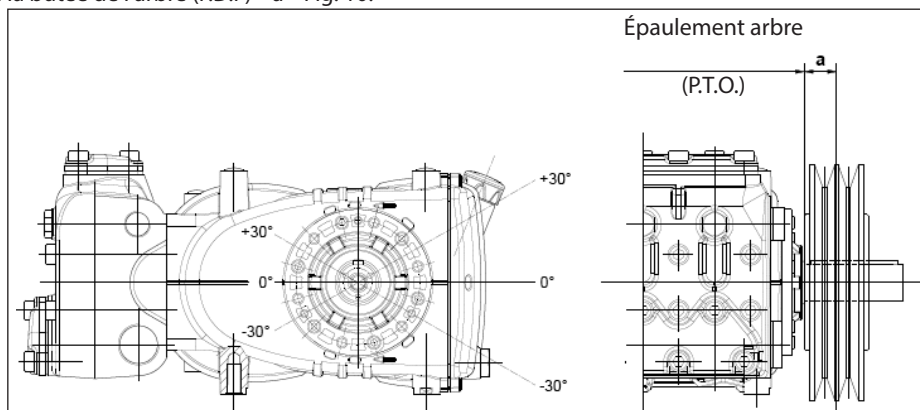

Fig. 10
La charge radiale sur l'arbre ne doit pas être supérieure à 7500 N (valeur nécessaire pour la définition du plan). La transmission est considérée appropriée si cette charge est appliquée à une distance maximum $a=40$ mm de l'épaulement de l'arbre (prise de force) comme le montre Fig. 10.
- b) Utiliser des courroies à haut rendement - par exemple **XPB** au lieu de **SPB** - car il sera nécessaire d'avoir une quantité inférieure de courroies égales à la puissance transmise et par conséquent une distance inférieure de la résultante par rapport à la butée de l'arbre (P.D.F) « a » Fig. 10.